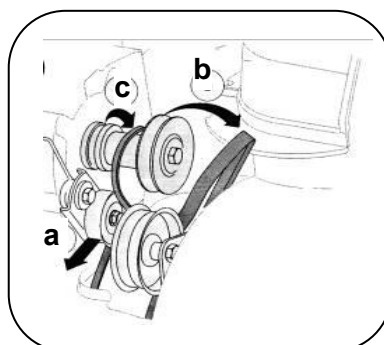

Рисунок 26
- с. Снимите приводной ремень со шкива двигателя вверх (рис. 26).